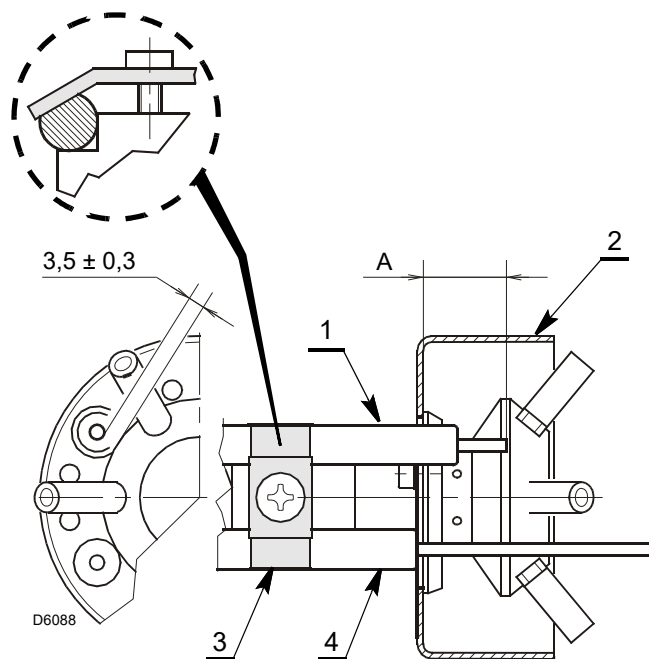

Рис. 14
- Убедитесь в том, чтобы пластинка 3) (Рис. 14) лежала на плоской поверхности электрода 1).